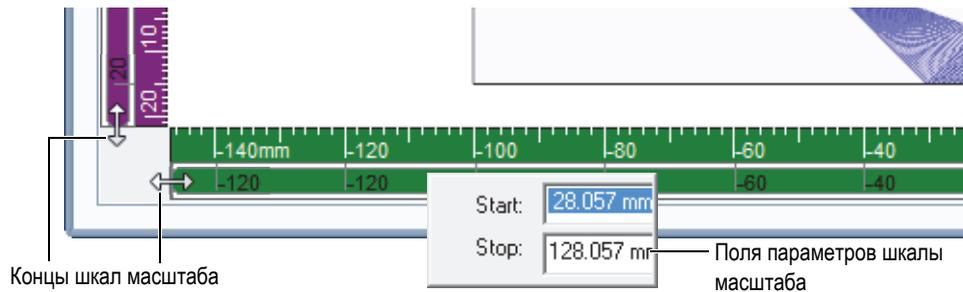

Рис. 4-21 Элементы управления шкалы масштаба в окне RayTracing
- ◆ Потяните за край шкалы масштаба оси для интерактивного изменения коэффициента масштабирования области просмотра RayTracing по данной оси (см. Рис. 4-21 на стр. 56).
- ◆ Дважды щелкните на шкале масштаба оси для сброса коэффициента масштабирования области просмотра RayTracing на 1:1 (см. Рис. 4-21 на стр. 56).